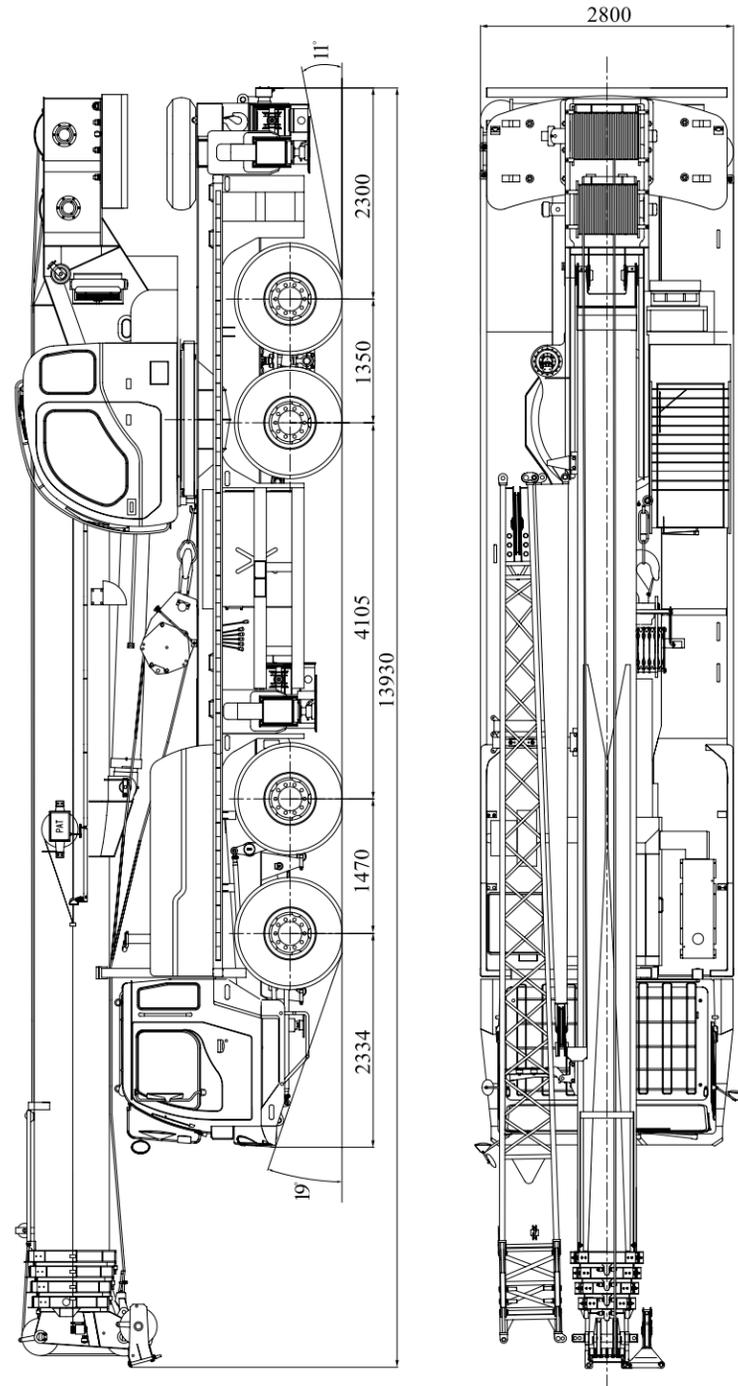

Figura 11-1 Figura del aspecto del vehículo
4. La posición de la gravedad del vehículo está a 2650mm de la parte delantera del centro del eje trasero (la dirección de la cabeza del vehículo), ve la figura 11-1.